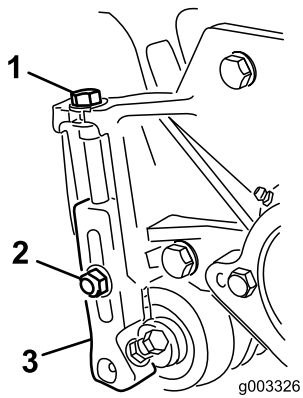

Figura 22
- 1. Allentate i dadi di bloccaggio che fissano i bracci di regolazione dell'altezza di taglio sulle piastre laterali dell'apparato di taglio (Figura 22).